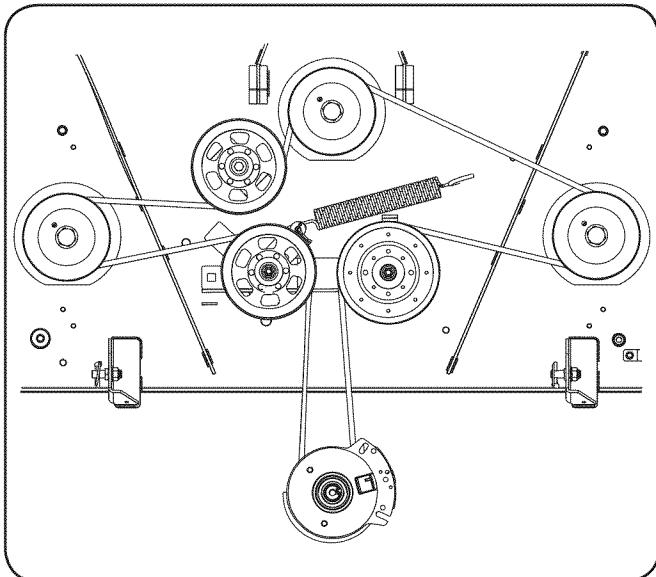

Figura 39
6. Coloque la correa alrededor de las poleas locas que extrajo en el paso 3 con el lado en "V" orientado hacia adentro. Una vez que todo esté en su lugar, vuelve a colocar los elementos de ferretería y ajuste la tuerca de seguridad con brida para sujetar el conjunto. Vea la Figura 39.
- Pase la correa como se indica en la Figura 39 y vuelva a instalar la plataforma (consulte Instalación de la plataforma).